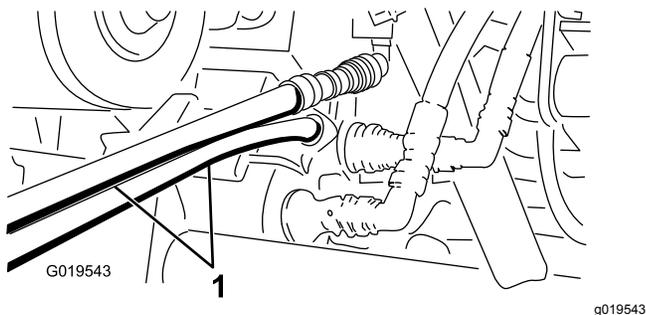

Bild 78
5. Schließen Sie an der anderen Maschine die zwei Schläuche an der Kupplung an, die sich noch in der Kupplungshalterung befindet (schließen Sie den oberen Schlauch an die obere Kupplung und den unteren Schlauch an der unteren Kupplung an) (Bild 78).